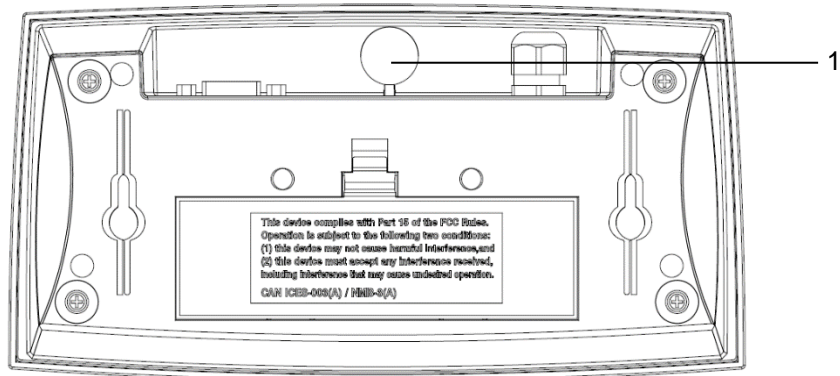

Abbildung 5-2 Defender 2500 Papiersiegelung
- Papiersiegel: Bringen Sie das Siegelpapier auf der in Abbildung 5-2 dargestellten Senkschraube an.